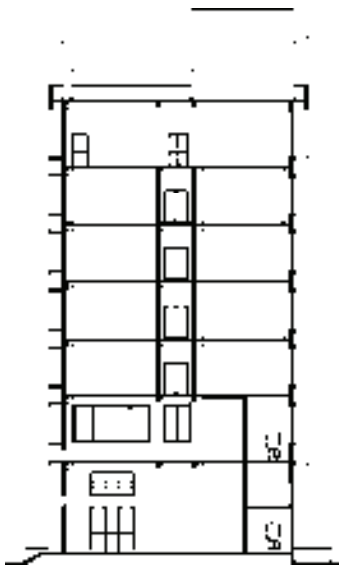

图 15-191 操作结果
23) 重复上述操作, 继续对剖面图执行填充操作, 结果如图 15-191 所示。